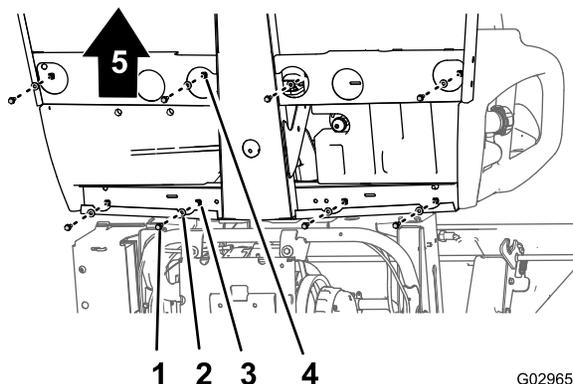

Figura 43
1. Sulla parte inferiore della macchina, rimuovete gli 8 bulloni a testa flangiata e le 8 rondelle che fissano la base del sedile al pianale e al canale posteriore della cabina (Figura 43).
2. Sollevate con cautela i sedili, la base dei sedili e i cavi del freno di stazionamento dalla macchina (Figura 43).
- Sollevate i sedili e la relativa base sulla macchina e allineate i cavi del freno al telaio (Figura 43 e Figura 44).
- Allineate i fori nella base del sedile con i fori nel pianale e nel canale posteriore della cabina (Figura 43 e Figura 44).